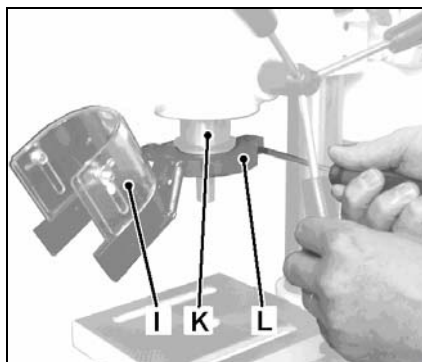

Рис. 2
Установите защиту патрона (I, Рис. 2) на сверлильную пиноль (K), прежде чем монтировать патрон.